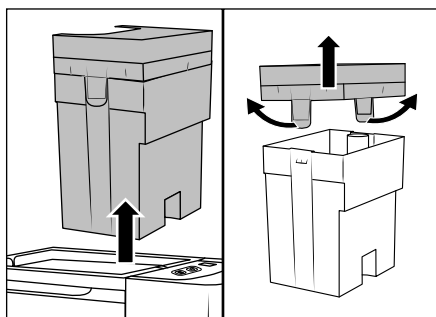

Fig. 7
- ◆ Hold i håndtaget 3 på beholderen til snavset vand 7, og tag den ud af produktet oppefra (se fig. 7).
- ◆ Træk de to holdetapper lidt ud, og tag låget 3 af (se fig. 7).